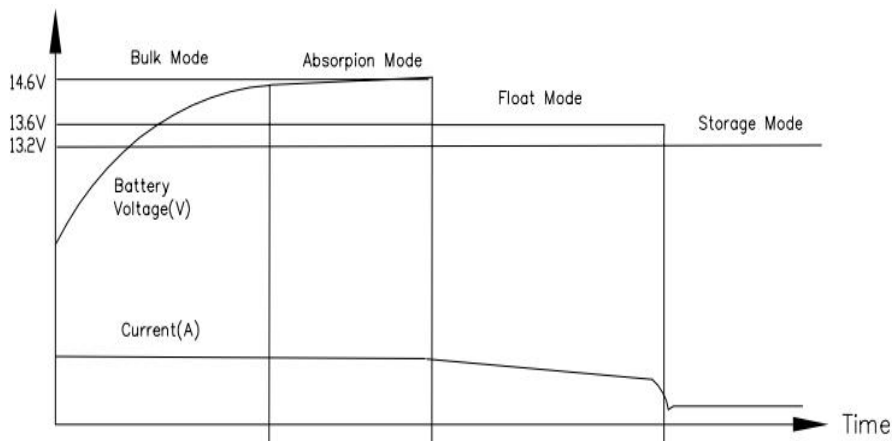

Figura 1
- Ingrese a este modo El LED1 se ilumina en verde. Este modo proporciona un sistema de carga automática a través de cuatro modos (Figura 1).
- (17) Una carga rápida para traer una batería buena y agotada. respaldo a voltaje completo